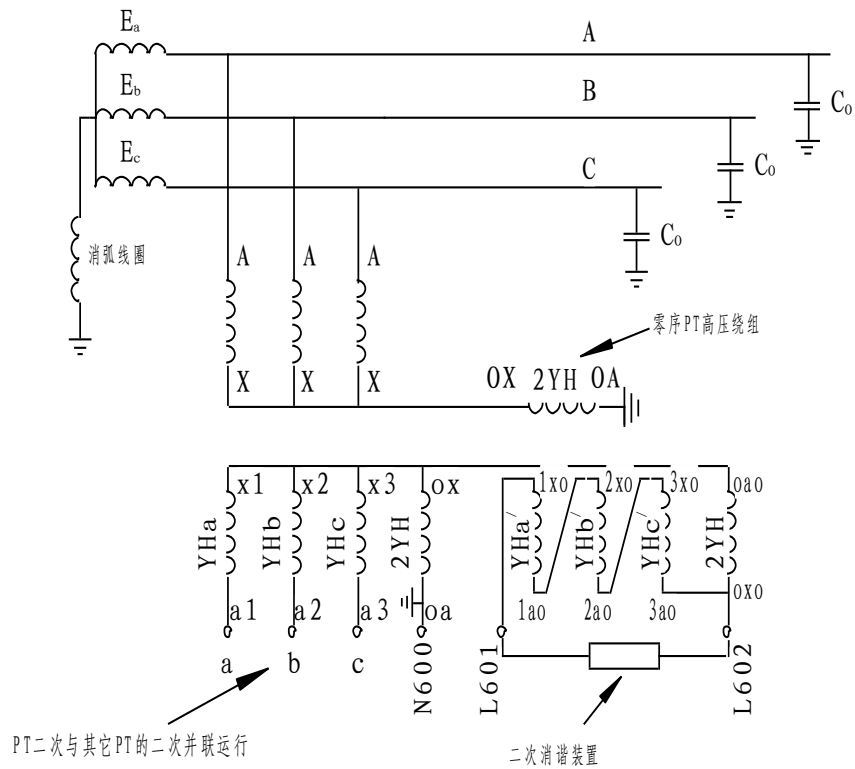
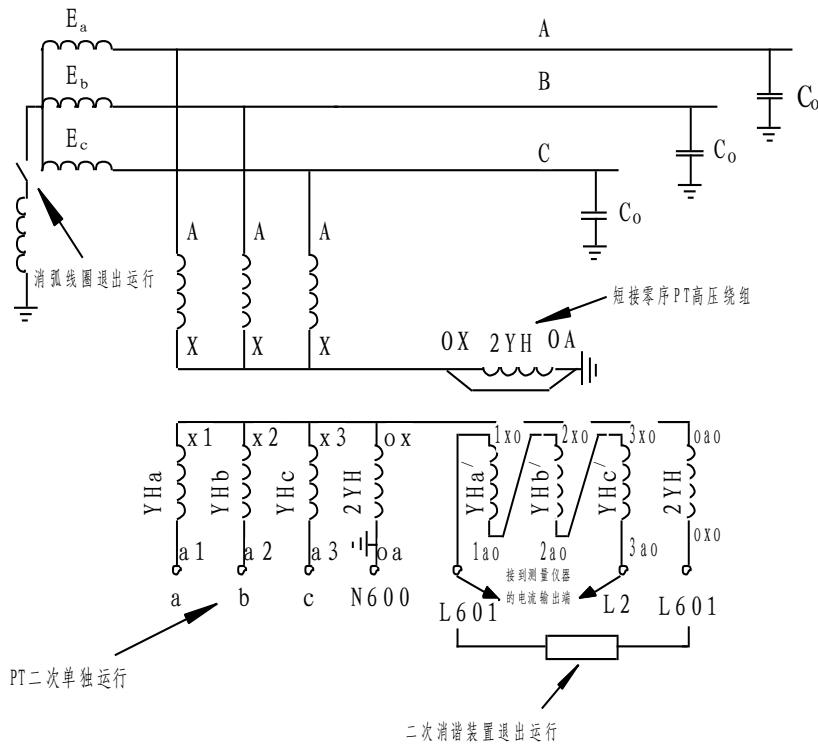

图 9 4PT 接线方式三
图 10 4PT 接线方式转变为 3PT 接线方式测量示意图
第三种 4PT 接线方式如图 9 所示。这种接线方式比较少见，但在系统中还是存在。在图 9 中这种接线方式三相 PT 的三个二次辅助绕组即：1ao-1xo、2ao-2xo、3ao-3xo 组成开口三角 L601-L602，oa-ox 和 oao-oxo 为零序 PT 的两个二次绕组，它们与开口三角 L601-L602 组成一个大的开口三角 N600-L601。
(2) 对于 4PT 的接线方式三，将零序 PT 即图 9 中所示的 PT4 的高压绕组短接，将仪器的电流输出端接到图 9 中所示的开口三角 L601-L602，就可以开始测量了。其接线图如图 10 所示。